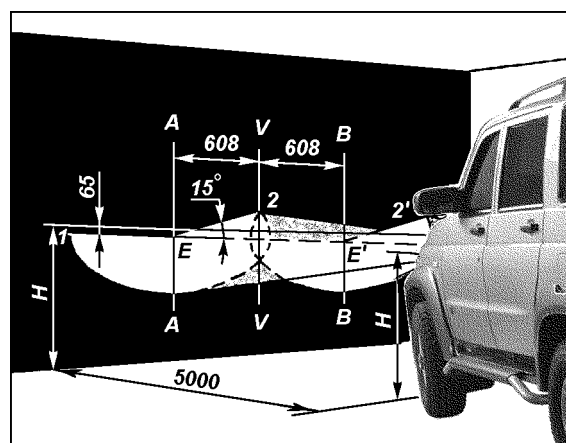
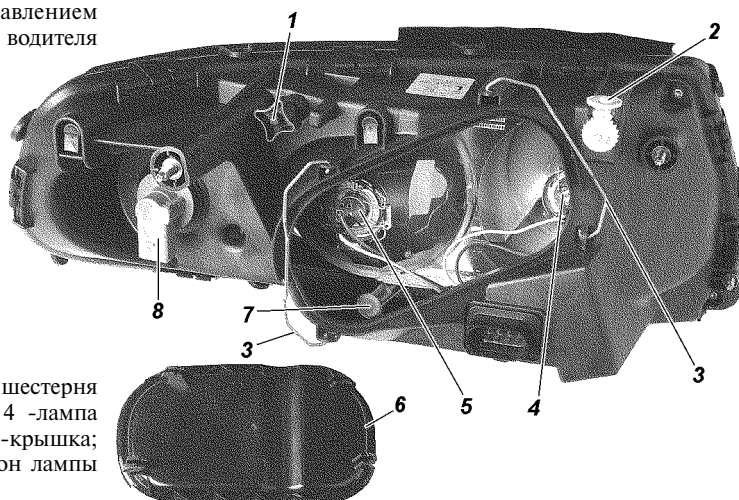

Рис. 14.8. Разметка экрана для регулировки фар:
Рис. 14.9. Фара:
750 Н (75 кгс) на ровной горизонтальной площадке на расстоянии 5 м от экрана со специальной разметкой (рис. 14.8).
3. Включите ближний свет фар и, поочередно закрывая каждую фару, вращением регулировочного винта 1 (рис. 14.9) и регулировочной шестерни 2 добейтесь, чтобы светотеневая граница слева от точек E и E' (см. рис. 14.8) совпала с линией 1, а справа - с линиями 2 и 2' для левой и правой фар соответственно. Точки перелома светотеневой границы должны совпадать с точками E и E'.
Замена ламп фар. Для замены лампы указателей поворота снимите колодку с патрона 8 (см. рис. 14.9), поверните патрон по часовой стрелке (для правой фары) или против часовой стрелки (для левой фары) и выньте патрон в сборе с лампой.